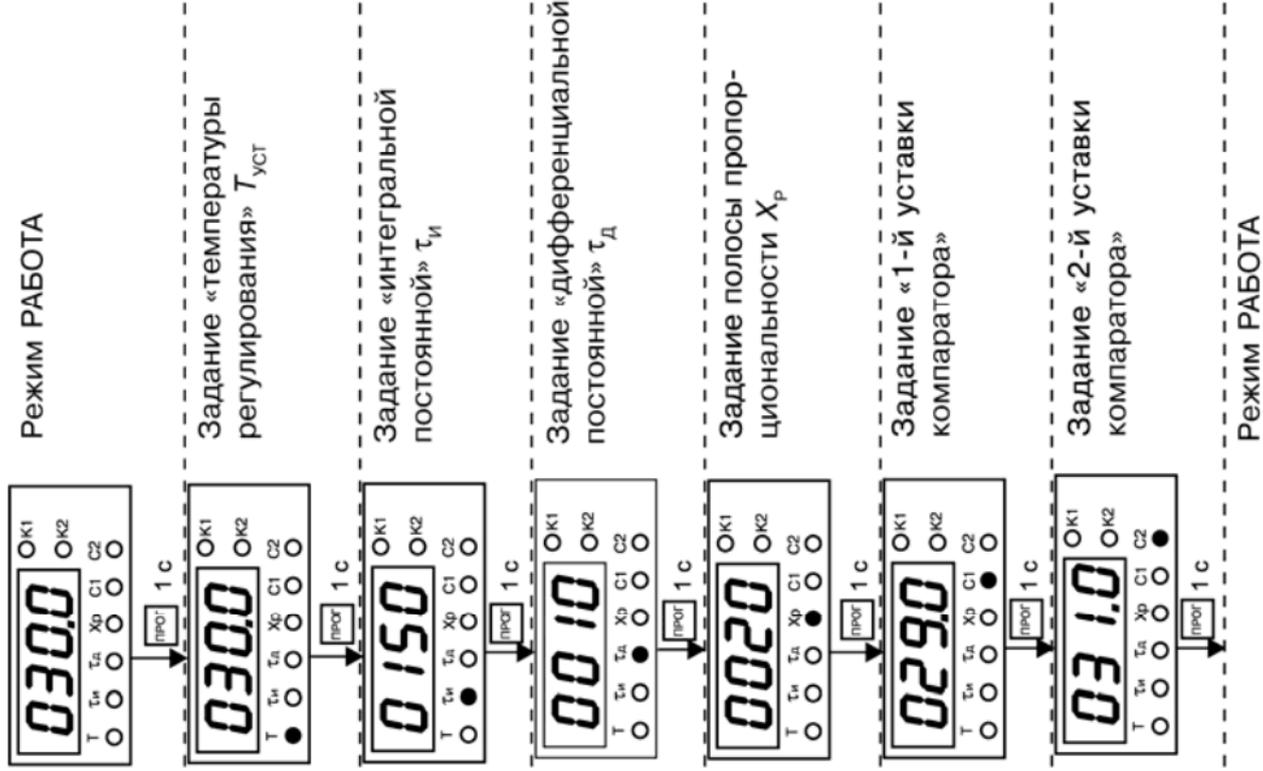

Рисунок 6.1
6.3.2.1 При нахождении в режиме РАБОТА нажать кнопку  (в течение 1 сек), после чего загорается светодиод «Т» и на индикаторе появляется установленное значение температуры регулирования (по умолчанию 30,0) с мигающим правым разрядом (рисунок 6.1).